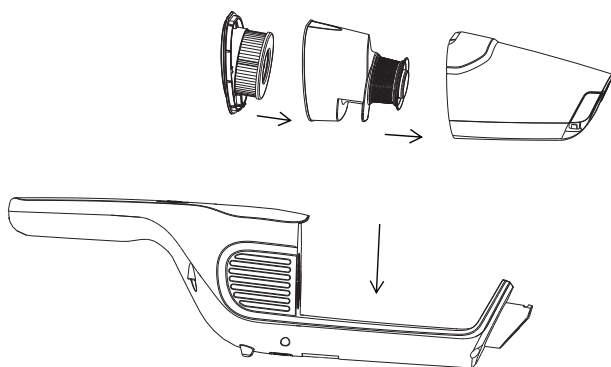

Fig. 6-5
5) Efter rengöring av dammbehållaren ska du först installera filtret i filterkåpan och sedan sätta dem i dammbehållaren, efter det ska du installera dammbehållaren i den handhållna enheten. (se Fig. 6-5)